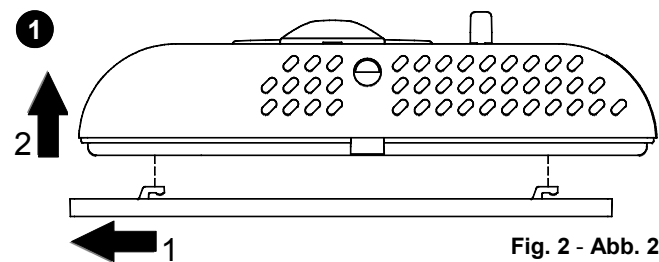

Fig. 2 - Abb. 2
- 1 Desenganchar la plancha pegada a la base del termostato empujándola hacia la izquierda haciendo que los dientecillos plásticos indicados en Fig. 2 se desenganchen.
- Décrocher la plaque fixée sur la base du thermostat en la poussant vers la gauche et en décrochant ainsi les ergots indiqués sur la Fig. 2.